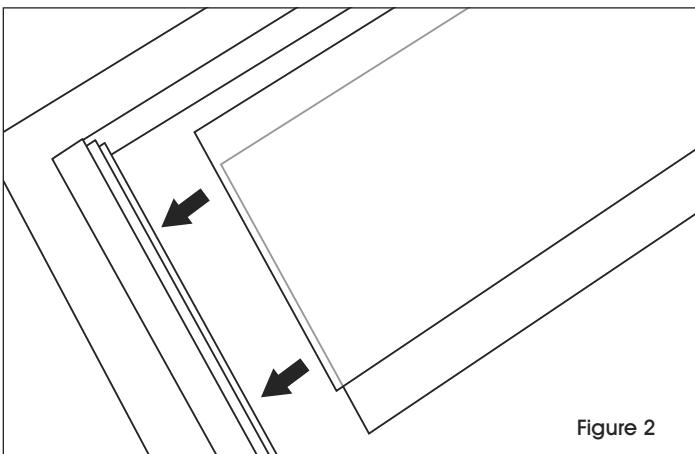

Figure 2
3. Placez une extrémité de chaque panneau de plastique sur chaque rainure du rail en aluminium à l'intérieur du centre de messages. Glissez l'autre rail à l'autre extrémité de chaque panneau de plastique. (Voir Figure 2)